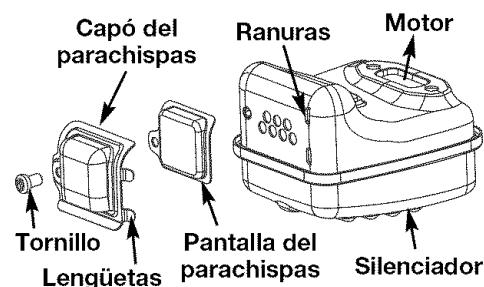

Fig. 19
- Localice el silenciador, pero no lo quite. Busque los dos (2) tornillos en la parte inferior del silenciador (Fig. 19). Estos dos tornillos unen el conjunto de deflector de escape y la pantalla del parachispas a la parte inferior del silenciador. Quite los dos (2) tornillos usando una llave torx No. 20 o un destornillador plano.
- Coloque la placa del parachispas encima del parachispas con el lado "levantado" hacia arriba mirando al motor (Fig. 19).
- Coloque el capó del parachispas encima de la placa del parachispas con el lado "levantado" hacia arriba y la apertura mirando en dirección CONTRARIA al motor (Fig. 19). Asegúrese de que el escape se dirija en dirección CONTRARIA al motor.